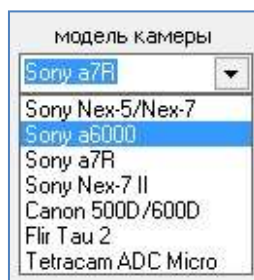

Рисунок 65 – Поле «Модель камеры» с выпадающим списком
- в поле «Модель камеры» окна «Площадная съемка», выбрать из выпадающего списка тип фотоаппарата, установленного на БВС (Рисунок 65);